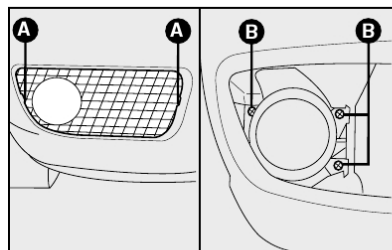

fig. 32
1) retirar a grade com uma chave de fenda nos pontos indicados em **A-fig. 32**;
2) retirar os parafusos indicados por **B-fig. 32**;
9) recolocar o conjunto completo apertando os parafusos **B-fig. 32**;
10) recolocar a grade pressionando nos pontos **A-fig. 32**.